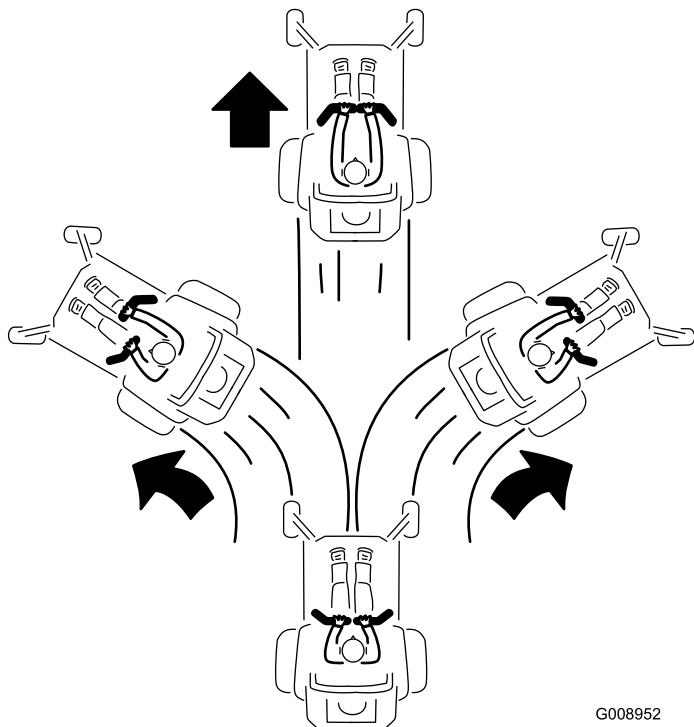

Bild 28
3. Drücken Sie die Fahrantriebshebel langsam nach vorne, um vorwärtszufahren (Bild 28).